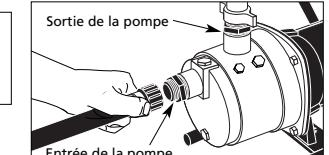

Figure 1
- Conecte la tubería o la manguera de entrada a la bomba. La conexión de entrada está diseñada para una rosca NPT de 1". Las tuberías rígidas como por ejemplo de PVC funcionarán sin problemas como tubería de entrada o salida. (Recuerde: Minimice la longitud de la tubería y la cantidad de accesorios.) Se incluye un adaptador para manguera de jardín (vea la Fig. 1).
(Rappel : réduire la longueur de tuyau et le nombre de raccords.) Un adaptateur de boyau d'arrosage est inclus (voir la figure 1).
- Raccorder le tuyau de sortie ou le boyau à la pompe. La connexion de sortie est conçue pour un filetage NPT de 1 po (2,54 cm). Un tuyau rigide tel que de PVC ou un boyau de jardinage peut servir. Un adaptateur pour le filetage du boyau de jardinage est inclus (figure 1).
- Raccorder le tuyau d'arrivée ou le boyau à la pompe. Un adaptateur pour le filetage du boyau de jardinage est inclus (figure 1).